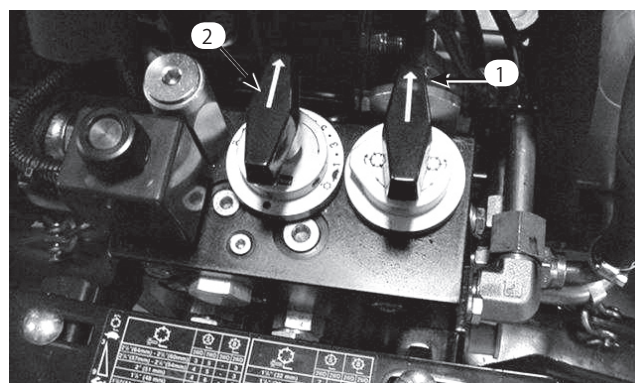

図63
3. コントローラのバックラップ・ノブ (図63) を右に回してバックラップ位置に合わせる。リール速度ノブは「1」に合わせる。